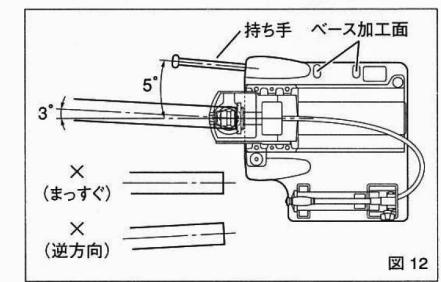

図12
⑤ ロックピンの操作は正しく行ってください。(図2、図12参照)
②パイプの振り調整(図12)
パイプをまっすぐまたは、逆方向にセットすると加工中にパイプが抜け出し、ローラから脱落する恐れがあります。事故やケガの原因となりますので、必ず図12の方向に振ってセットしてください。